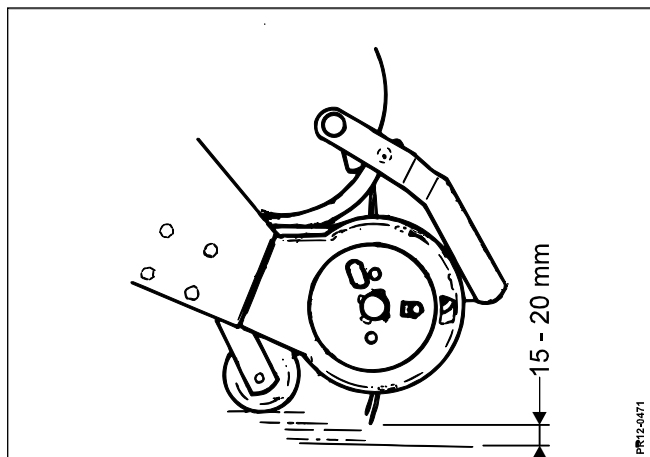

Fig. 3-7
- Fig. 3-7** Løberullerne under pickuppen kan justeres i højden. Disse bør justeres, så der er 15 til 20mm „luft“ mellem spidsen af pickup fjedrene og jorden.